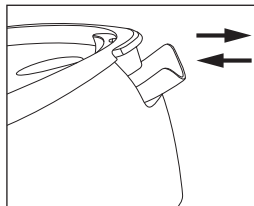

Рис. 3
- Возьмитесь за крышку (3) и откройте заливочное отверстие резервуара для воды (2) (рис. 3).
- Налейте в резервуар (2) воду через заливочное отверстие, закройте крышку (3) (рис. 3).